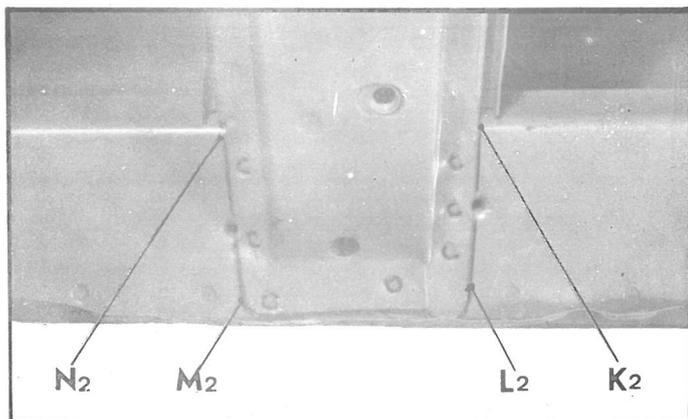

Fig. 13
- en K₂ L₂ (fig. 13)
- en L₂ M₂ (fig. 13)
- en M₂ N₂ (fig. 13)